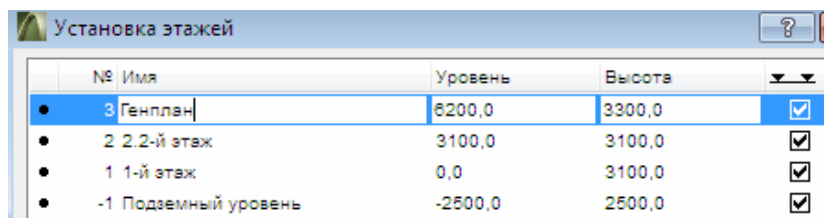

Рис. 10
2. Выберите в списке этажей **Крышу**. Нажмите кнопку **Поместить над** для создания нового этажа над крышей и назовите его **Генлан** (рис. 10). Этажи всегда создаются над или под текущим выбранным этажом.